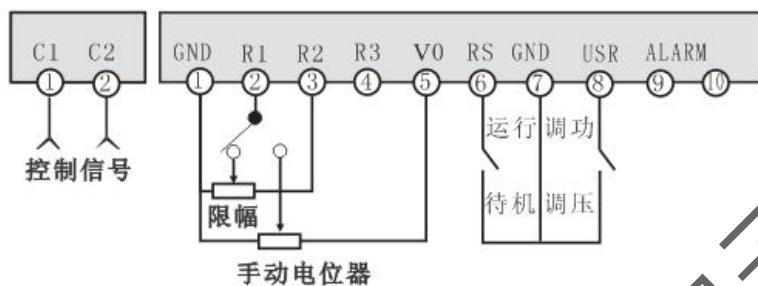

图 6：手动与带限幅功能的自动控制控制组合接线图
6.1.1.6 在选型表中带“C”表示带限流及过流功能，是通过 PAC16P 内置的电流互感器取样，进行电流变换，将额定的负载电流转换成 0~5VDC。若因为某种原因额定电流变换出来的 0~5VDC 会有较大偏差，会影响限流和过载报警的效果。这时参见图 6，首先将负载电流增大到额定最大，通过调整 PAC16P 线路板上的反馈板上的满度电位器，使 PAC16P 的+5VDC 测试点和 GND 间的输出直流电压为 5V，从而
6.1.2 通过“C”选件实现电流过载保护功能。如图 6 接好后，开始运行时，如下进行过载保护电流值设定和运行